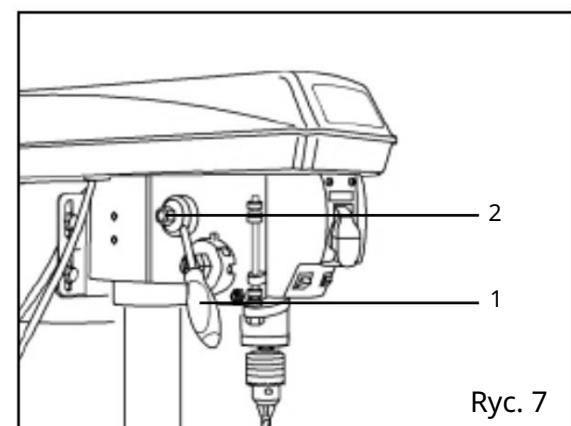

Rys. 6
1. Włóż trzy uchwyty podajnika (rys. 6 - 1) w otwory gwintowane w piaście podajnika (rys. 6 - 2).